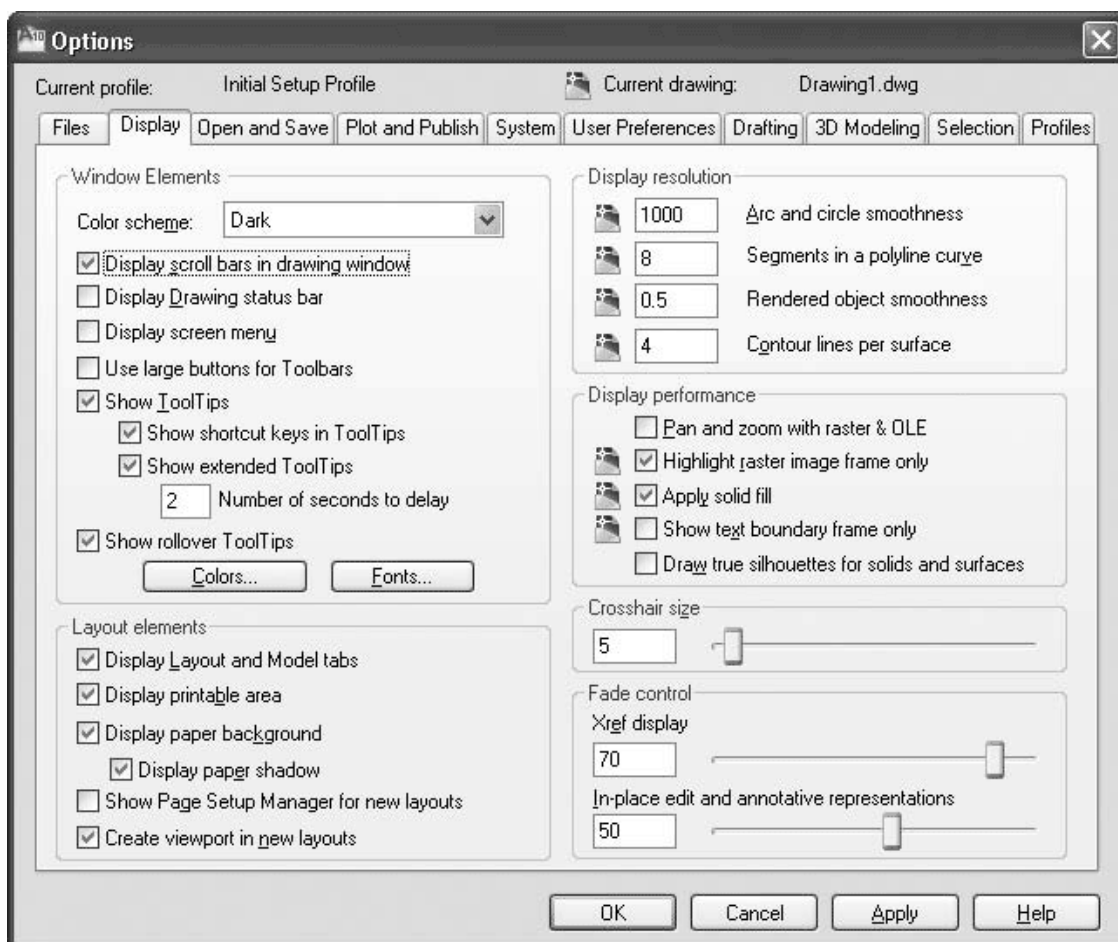

Рис. 1.6. Вкладка Display (Экран) диалогового окна Options (Параметры)
Будет вызвано окно Options (Параметры), на вкладке Display (Экран) которого необходимо установить флажок Display scroll bars in drawing window (Отображение полос прокрутки в окне чертежа) (рис. 1.6).
3. В открывшемся диалоговом окне перейдите на вкладку **Display** (Экран) (см. рис. 1.6).